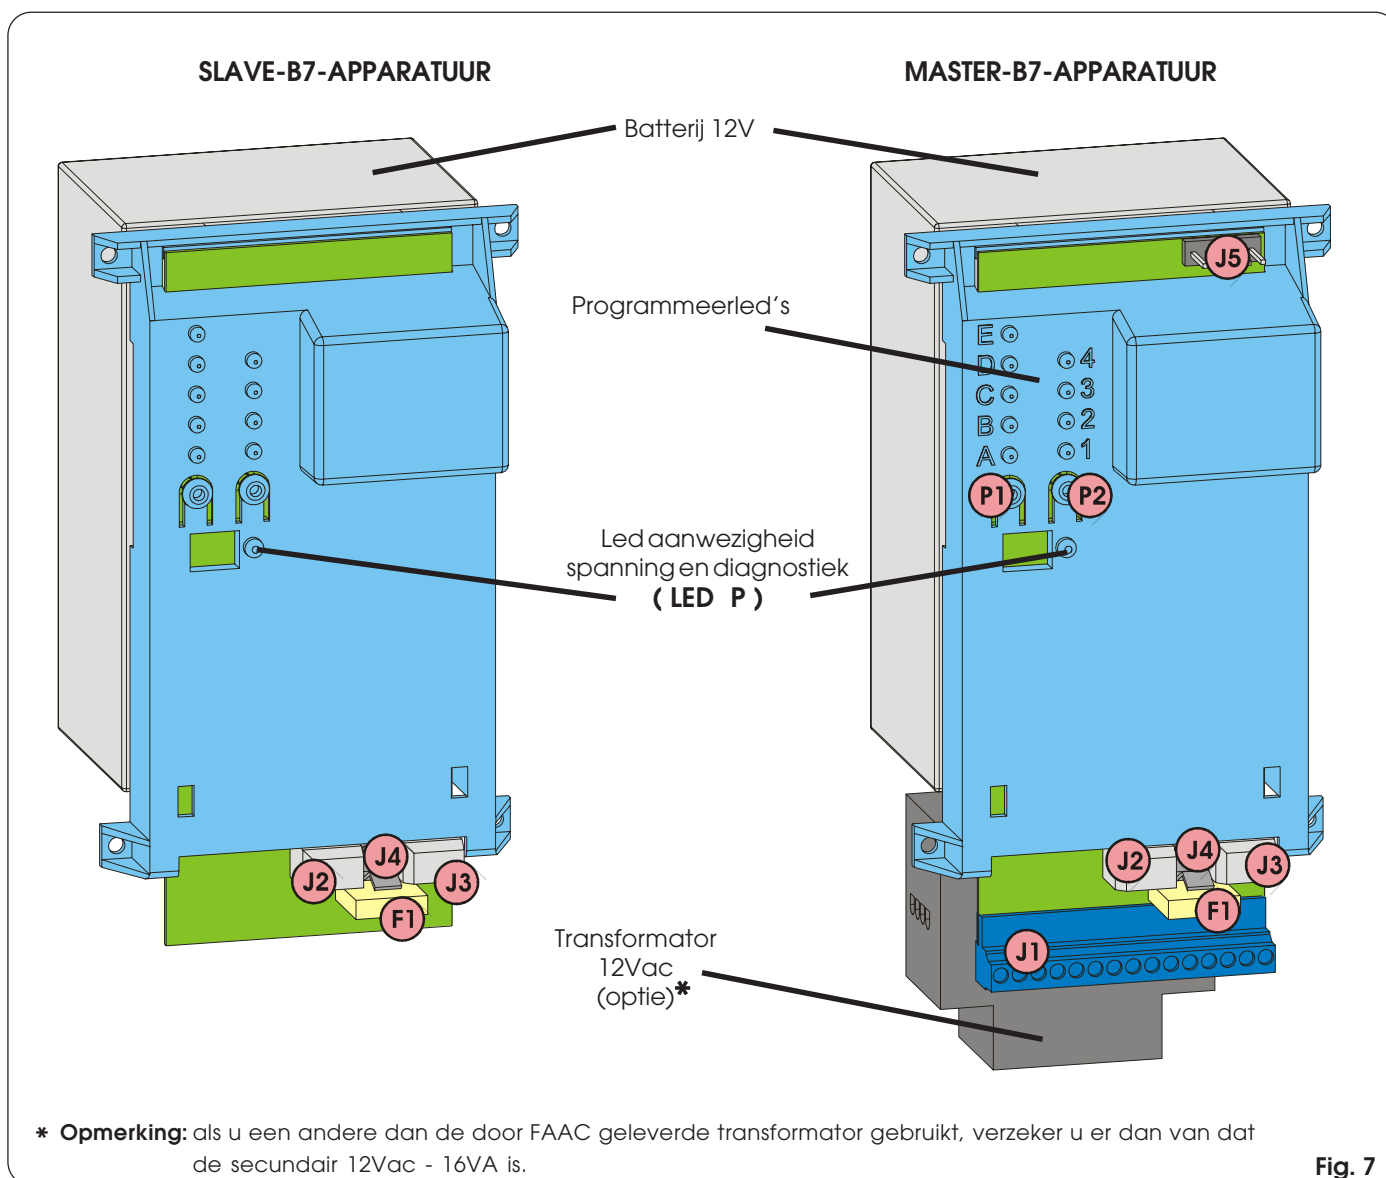
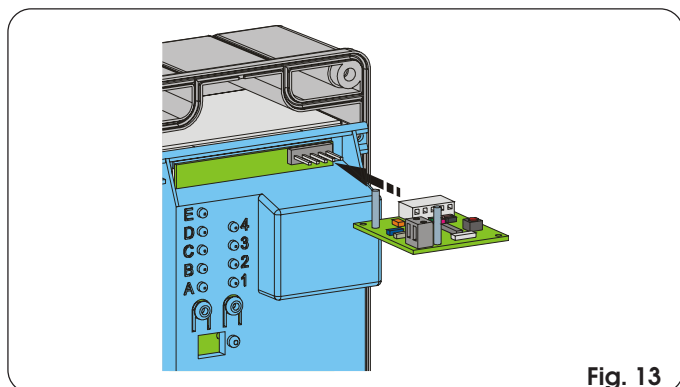

Fig. 7
Fig. 13
**OPMERKING:** gedurende het opladen van de batterijen is het mogelijk dat de led P van de MASTER-B7- / SLAVE-B7-kaart (zie Fig. 7 en par. 12.2) overgaat van een snel knipperend licht (circa een knippering iedere 250msec, lege batterij) naar permanent brandend licht (batterij opgeladen). Ook als de led reeds korte tijd na het begin van het opladen permanent gaat branden, de batterijen toch voor de gehele aangegeven tijdsduur aangesloten laten.
Sluit de decodeerkaart MINIDEC of RP aan op de kamconnector J5 (Fig. 7) met de componenten naar boven gericht (in Fig. 13 is de aansluiting van de kaart RP433DS weergegeven). Voor de programmering van de decodeerkaarten volgt u de afzonderlijke instructies.